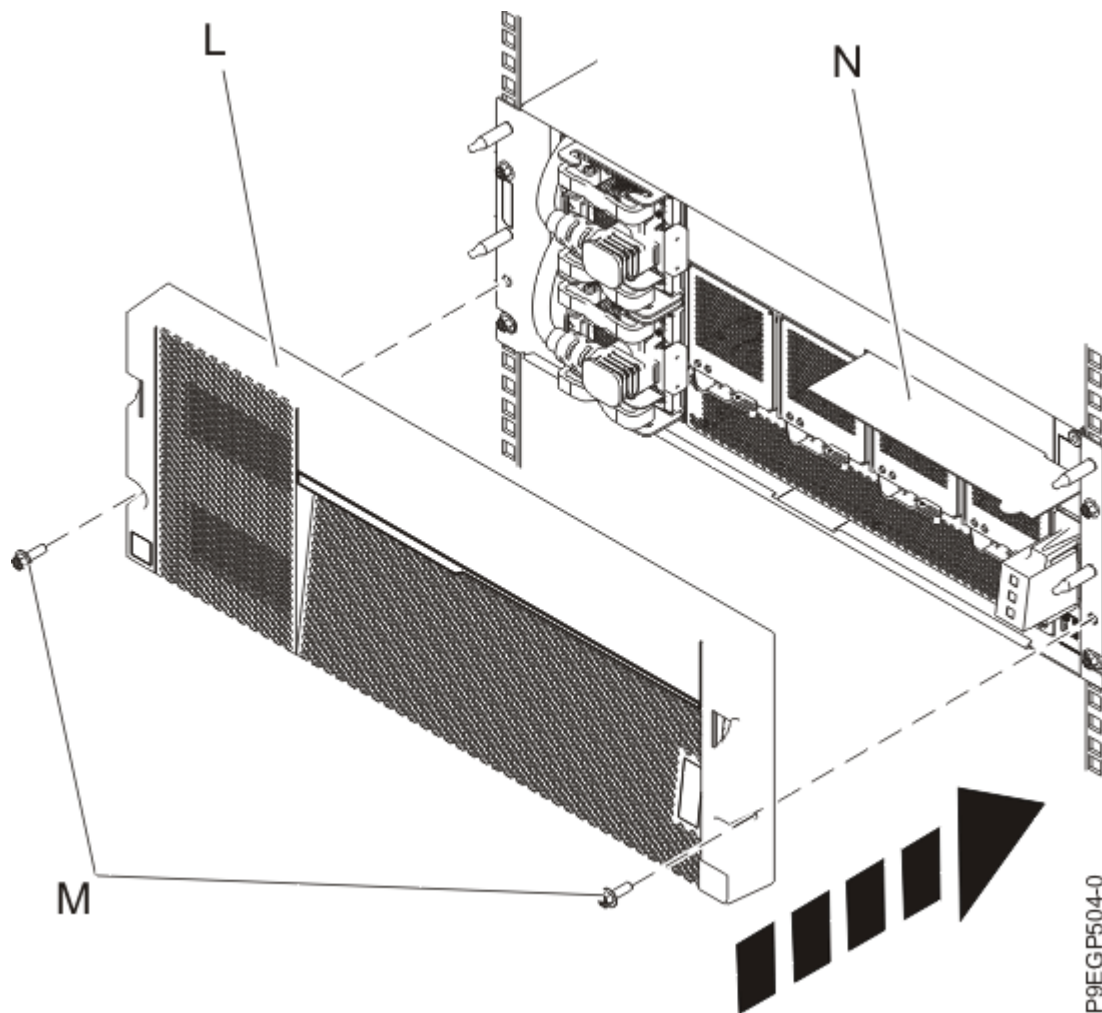

図 10. カバーおよびサービス情報カードの取り付け
- a) カバー **(L)** を押して所定の位置に収めたら、2 本の M5 ねじ **(M)** を使用して、左右のレールに固定します (14 ページの図 10 を参照)。